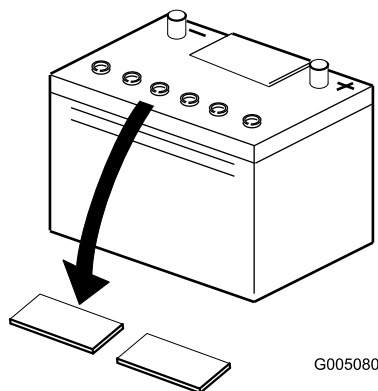

Figura 5
- Pulite la parte superiore della batteria e togliete i tappi di sfiato (Figura 5).